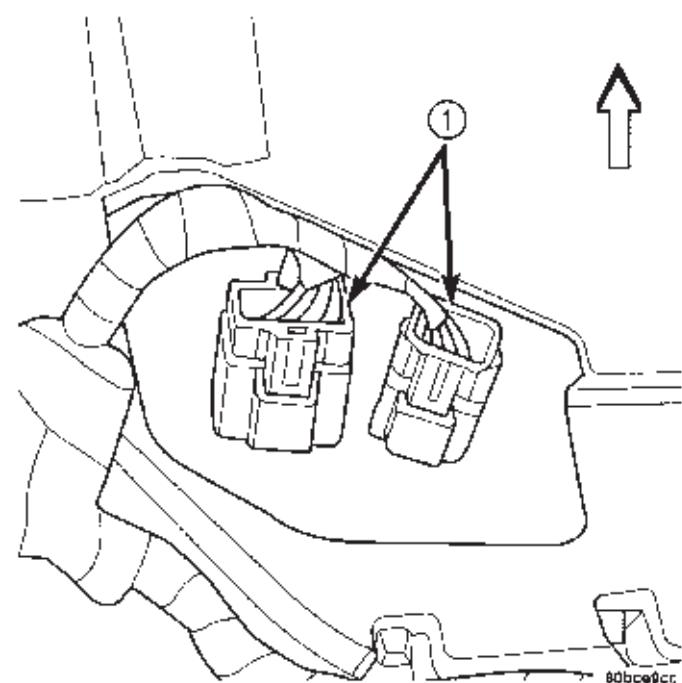

Fig. 11 Conectores del arnés del tablero de instrumentos al HVAC
(18) Desconecte los dos conectores del arnés al HVAC a la derecha hacia tablero de instrumentos Fig. . 11.